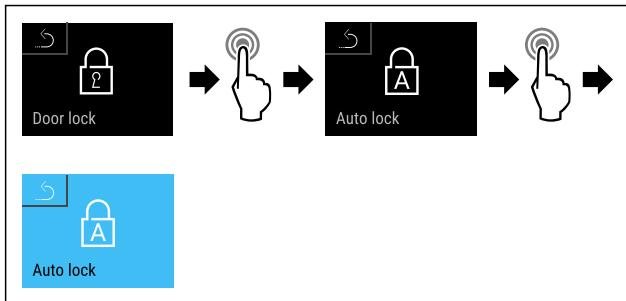

Fig. 80
- Seguir los pasos de procedimiento (consulte Fig. 80) .